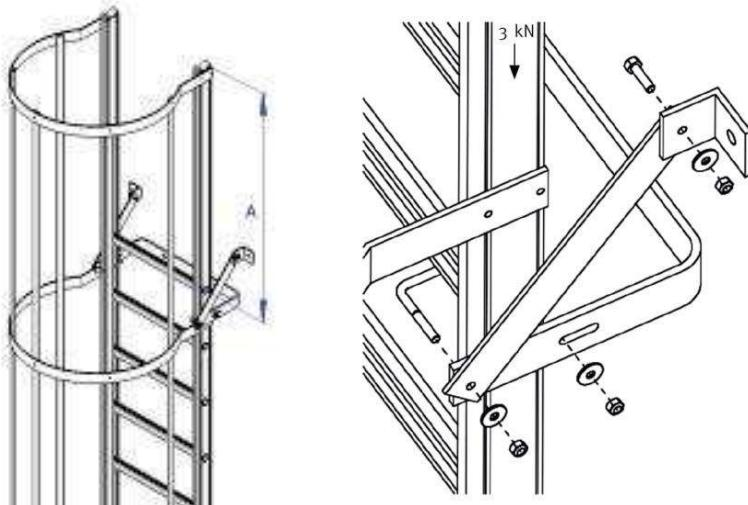
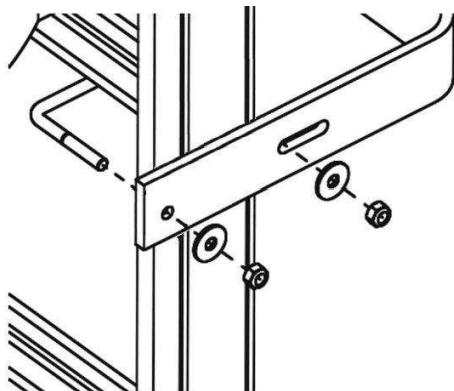

Abbildung 1
Abbildung 2
- Wählen Sie das richtige Befestigungsmaterial. Bei der Berechnung der Festigkeit der Verankerung ist eine Kraft von 3 kN in jedem Stil zu berücksichtigen, die in Richtung der Mittellinie wirkt (siehe Abbildung 1). Die Verankerung und ihre Verbindungen sollten in der Lage sein, eine Last von 3000N pro Pfosten zu tragen. Es können maximal 4 Verankerungen in Betracht gezogen werden.
Jede "schwimmende" Leiter, die nicht auf einem Fundament ruht, muss mit mindestens einem Aufhängungsträgersatz wie in Abbildung 1 dargestellt montiert werden. Ein Aufhängestützensatz besteht aus einem Wandstützensatz gemäß Abbildung 2, mit 2 abgewinkelten Streben und 2 abgewinkelten Leinen zur Befestigung an der dahinter liegenden Wand. Montieren Sie das Aufhängungsträgerset an der Unterseite des Ausstiegsbereichs (A).